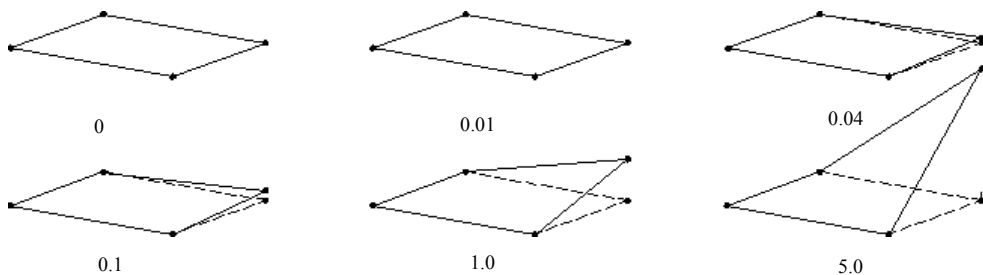

图 4.5.16 Warping Factor 二维图形变形
- 图 4.5.16 所示的是二维四边形壳单元的 Warping Factor 逐渐增加的网格变形图形, 从图可知, Warping Factor 由 0.0 增大至 2.0 的过程与网格扭曲程度成正比。